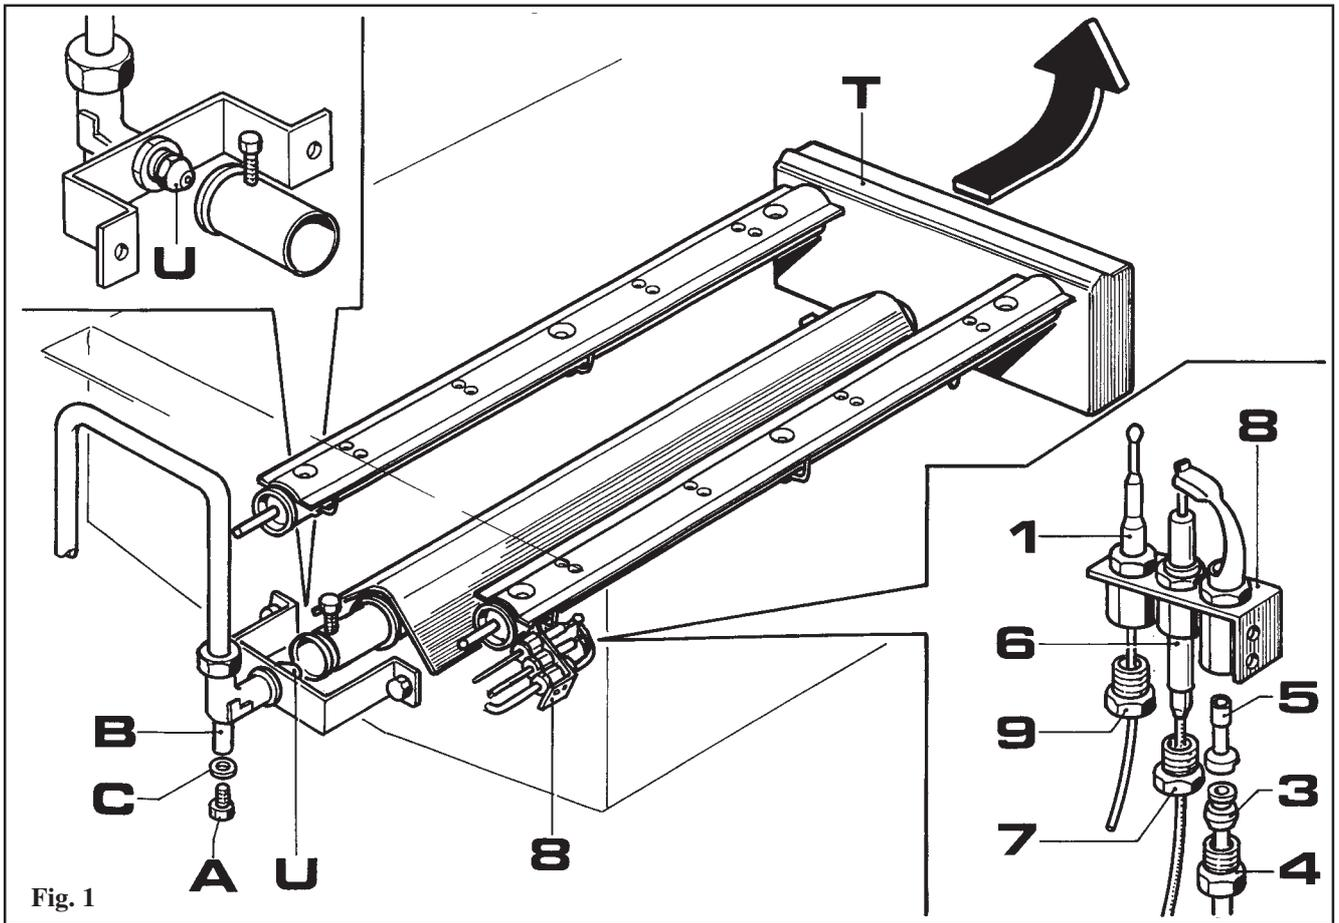
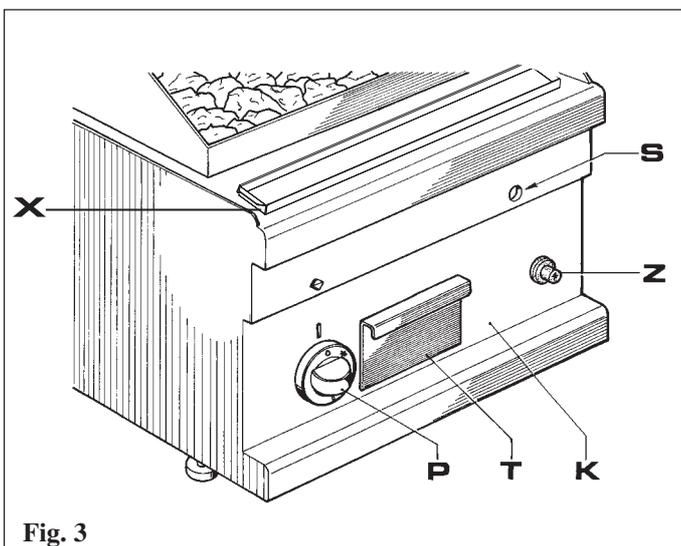

Fig. 1
Fig. 3
- Desenroscar las conexiones de entrada (5) y salida del gas (7) con una llave del 19.
- Desenroscar la salida (4) y el paso del gas del quemador piloto con una llave del 10.
- Desenroscar el termopar (6) con una llave del 9.
- Controlar el tornillo del mínimo (by-pass) (11), tiene que corresponder a la tabla II.
B) Termopar (Fig. 1 y 2)
- Desenroscar el termopar del piloto (1 fig. 1) con una llave del 10
C) Bujía (Fig. 1)
- Desconectar el cable de alta tensión de la bujía (6).
- Desenroscar la tuerca (7) con una llave del 10.
D) Encendedor piezo eléctrico (Fig. 3)
- Desenroscar la tuerca detrás del tablero (7)
- Montar el tablero delantero (K) y el mando (P).
- Poner en posición la cubeta recoge grasas (T fig. 3).
- El piloto, visible a través de la mirilla del tablero delantero (S), se enciende, mantener apretado el mando unos 15 segundos y luego soltarlo. Si el piloto se apaga repetir la operación.
5.3 ENCENDIDO DEL QUEMADOR FIG. 1 Y 2
- Para encender y regular el quemador (T), girar el mando (P) hasta la posición ().
Para llevar a cabo una cuidadosa limpieza de la parrilla de piedra lávica (4) sacar por primero la parrilla de cocción (6 o 7), a seguido extraer la parrilla que contiene la piedra lávica (4) y tomándolas con unas tomas adecuadas, quitar el bracero con aleros (3) y sacar en fin el quemador de gas como se indica en la ilustración 1.
Extraiga los cajones de recogida de cenizas y el depósito de recogida de salsas/aceites (X fig. 3), vacíelos y lávelos.
Después de la limpieza, prestar atención en volverlo a montar el quemador en el momento en que debe ser introducido sobre el tubo de prolongación (G ilustración 1); dicha operación debe ser introducido sobre el tubo de prolongación (G ilustración 1); dicha operación debe ser hecha con lentitud evitando dar golpes violentos al tubo de prolongación o al quemador.